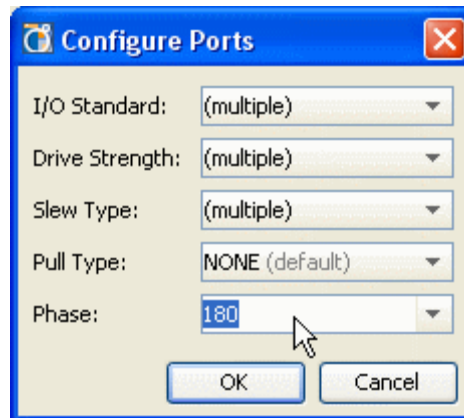

図 8-35 : [Configure Ports] ダイアログ ボックス
2. [I/O Ports]、[Package Pins]、または [SSN Results] ビューで [Configure I/O Ports] ポップアップメニュー コマンドを選択すると、[Configure Ports] ダイアログ ボックスが開きます (277 ページの図 8-35)。